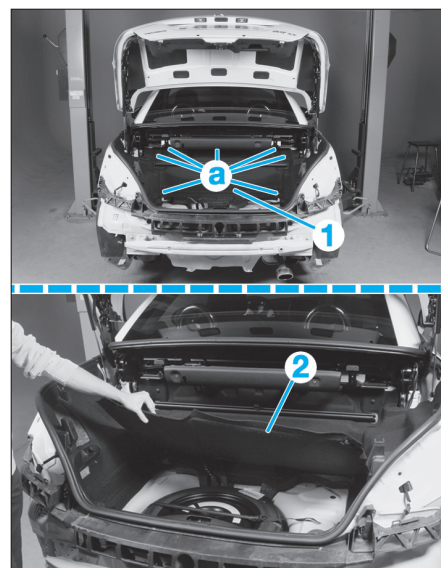

Fig. 111
- Déposer la tapis de coffre (2) (Fig.111).